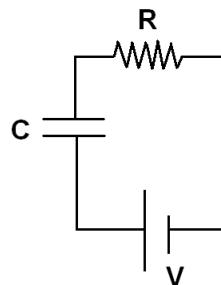

Figura 1: Diagrama del circuito, V representa el voltaje entregado por la fuente de poder. R representa la resistencia y C el condensador
- e) Descargue el condensador. Para ello ponga sus dos terminales en contacto con un cable sin que haya otro elemento conectado al condensador. Arme el circuito como lo muestra la figura 1 donde $R = 1 \text{ M}\Omega$, $C = 10 \mu\text{F}$ y $V = 12 \text{ V}$. (*No alimente el circuito aún*).